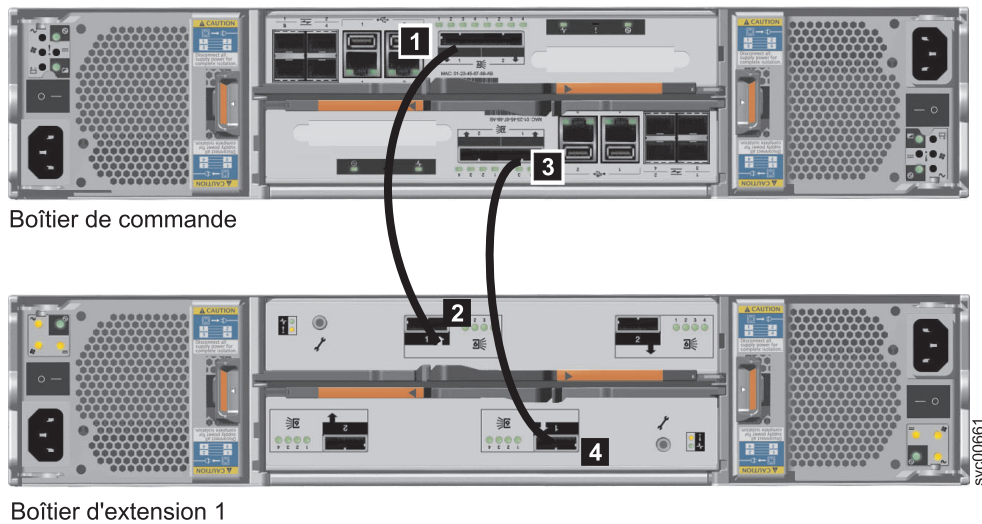

Figure 32. Fixation d'une cartouche d'extension au boîtier de contrôle
2. Connectez les câbles SAS entre le boîtier de commande et le premier boîtier d'extension, comme cela est présenté dans la figure 32. Retirez les caches de protection, si nécessaire. Le premier boîtier d'extension se trouve sous le boîtier de commande.